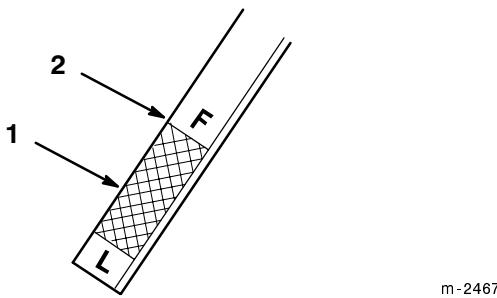

Abbildung 47
6. Den Peilstab ganz in das Einfüllrohr schieben (Abb. 5). Den Peilstab herausziehen und das Metallende kontrollieren. Wenn die Hinterachse kalt ist, sollte das Öl im Betriebsbereich unter der FULL-Linie am Peilstab liegen (Abb. 47).